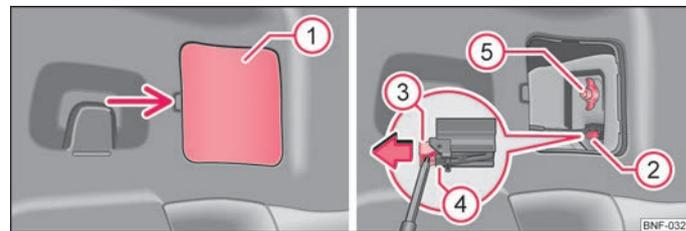

Abb. 123 Rückleuchte ausbauen
- Hebeln Sie die Abdeckung (1) ab ⇒ Abb. 123, schieben Sie unter die Unterkante der Verriegelung (3) den Schraubendreher aus dem Bordwerkzeug ein und ziehen Sie die Verriegelung am Stecker (2) in Pfeilrichtung.
- Drücken Sie die Verrastung (4) und ziehen Sie den Stecker (2) ab.
- Halten Sie mit einer Hand die Rückleuchte fest und schrauben Sie mit der anderen Hand die Kunststoffmutter (5) ab.
- Halten Sie mit einer Hand die Rückleuchte fest und schrauben Sie mit der anderen Hand die Kunststoffmutter ⑤ auf und ziehen Sie diese fest ⇒ Abb. 123.
- Stecken Sie den Stecker ② ⇒ Abb. 123 auf den Lampenhalter und drücken Sie die Verriegelung in Richtung Rückleuchte.
- Klappen Sie die Abdeckung ① zurück ⇒ Abb. 123, bauen Sie die Gepäckraumabdeckung ein und schließen Sie die Heckklappe.